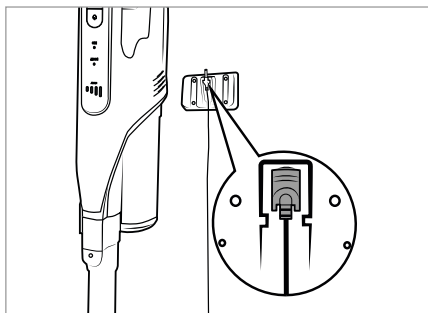

Bild 6
- ◆ Sätt in dammsugaren uppifrån i vägghållaren **18** så att den ihåliga kontakten **11** glider in i laddningsuttaget **3** på dammsugarens undersida. Batteriindikatorn **26** börjar blinka och laddningsprocessen startar (se bild 6 och 7).